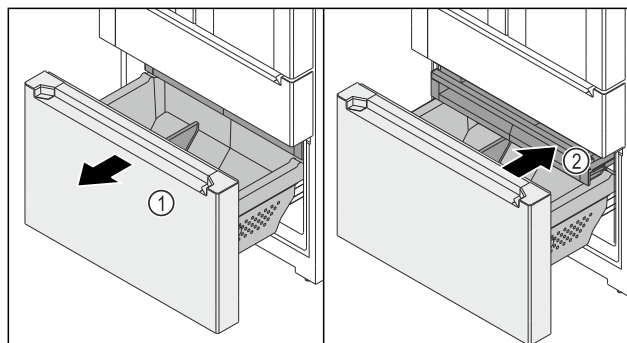

Fig. 150
- ▶ Wózek wysuwany Fig. 150 (1) wysunąć aż do oporu.
- ▶ Szuflada Fig. 150 (2) jest wysunięta automatycznie.
- ▶ Wsunąć szufladę Fig. 150 (2).